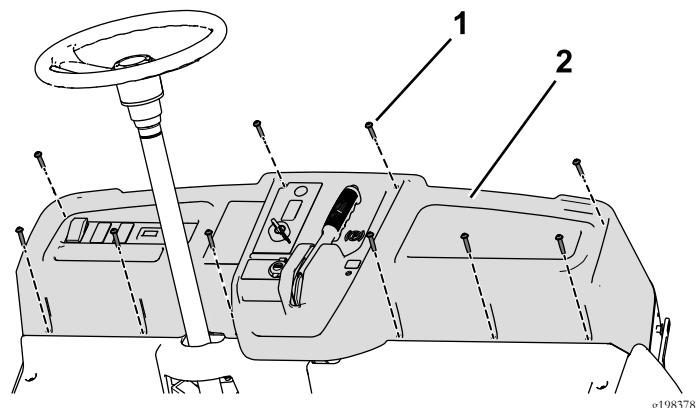

Bild 62
- Entfernen Sie die 10 Schrauben ( $\frac{1}{4}$ '' x  $1\frac{1}{4}$ ''), um das Armaturenbrett teilweise abzunehmen und die Feststellbremse abzuschließen (Bild 62).